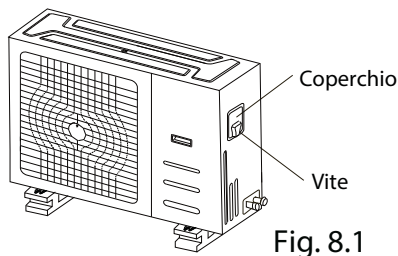

Fig. 8.1
2. Rimuovere il coperchio del box elettrico dell'Unità Esterna. In caso di assenza di coperchio, svitare le viti dal pannello di manutenzione e rimuovere il pannello (vedi Fig. 8.1).